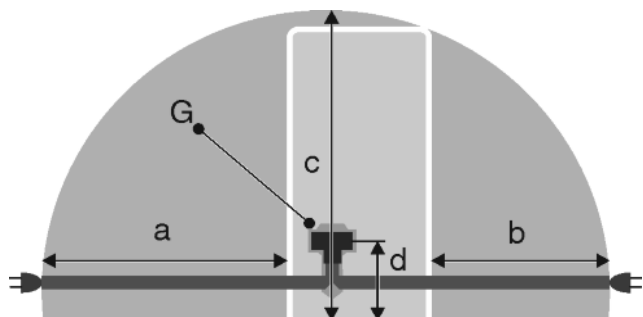

Fig. 23
- Розетка находится вне зоны задней стенки в данной зоне. *Fig. 23 (a, b, c)*
- ▶ Штекер устройства *Fig. 23 (G)* подсоединить с задней стороны устройства. Следить за правильной фиксацией.